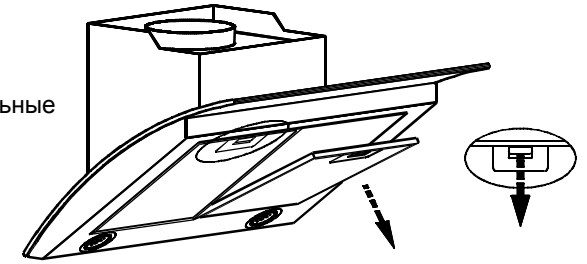

РИС. 14
8.3 Для очистки алюминиевого фильтра извлеките его из зонта (рис. 14) и произведите его очистку с помощью щетки горячим водным раствором нейтрального моющего средства вручную или в посудомоечной машине (при 60°C).